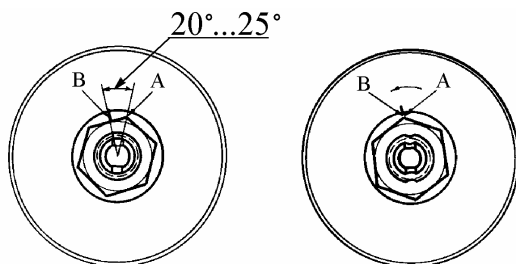

Рис.2 Затягивание и регулировка подшипников ступицы переднего колеса:
1.10 Сделать отметку "В", рис.2, на шайбе, затем отвернуть гайку на $20^{\circ} \dots 25^{\circ}$ так, чтобы кромка "А" гайки немного не дошла до метки "В" (головка сменная 27, ключ моментный).